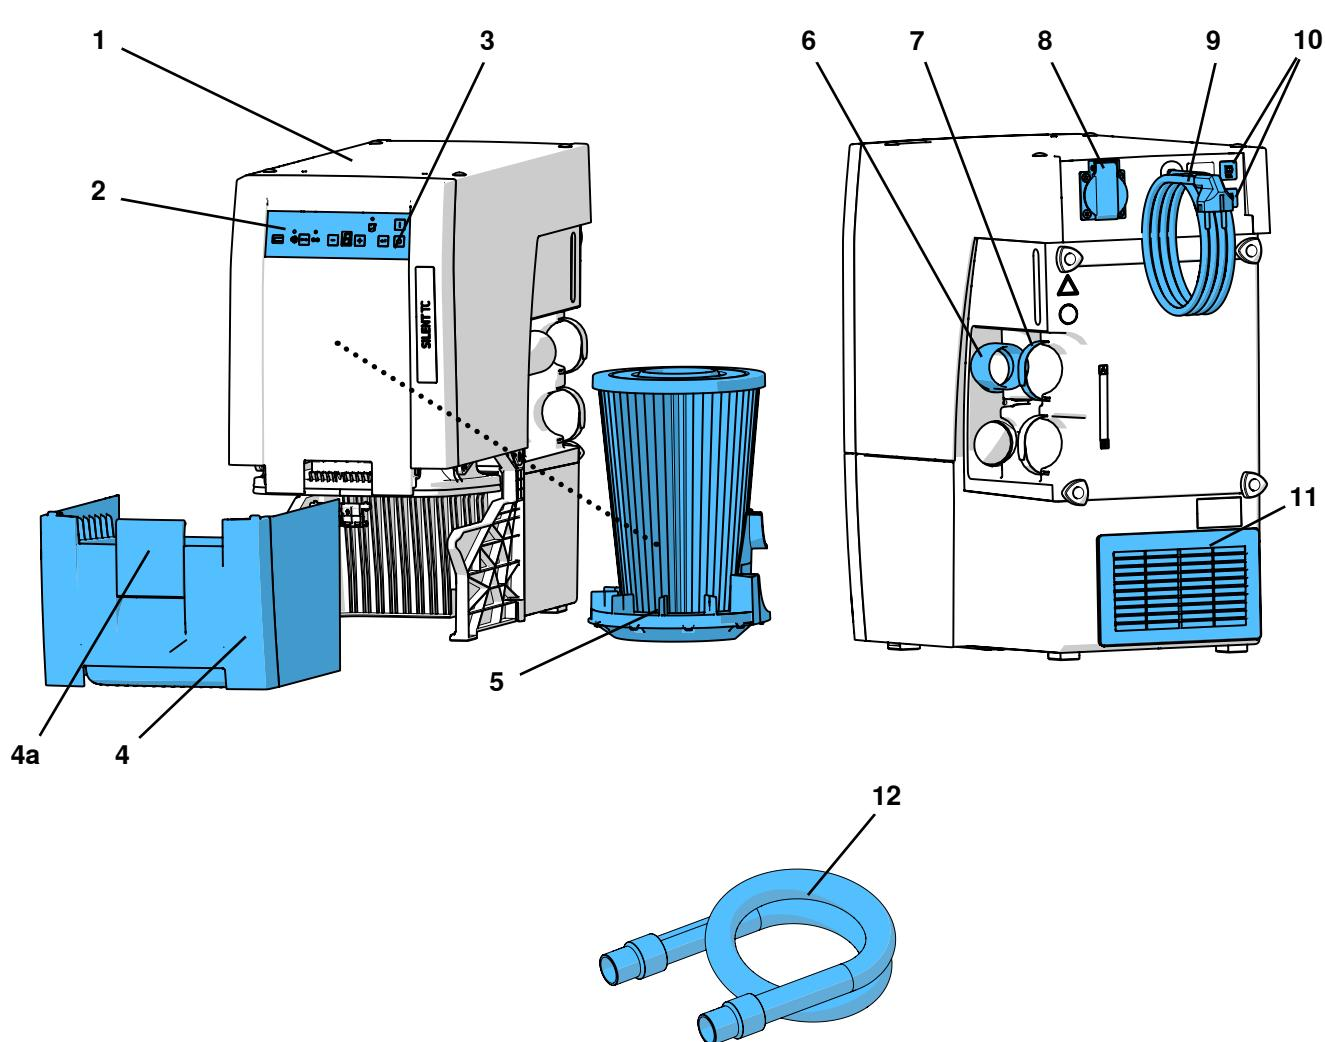

图 1
- 排气口(11, 图1) 没有阻塞。
- 外置排气管 (A) (参阅第4.6章)。
- 在柜壁 (B) 开最少250 x 120毫米的通风口，位置要直接与排气口 (11, 图1) 相对。
- 拆下机柜的背面 (C)，从机柜背面到墙壁距离至少要有50毫米。
⇒ 展开电线 (9, 图1)，将插头插入电源插座。
吸力取决于连接到电器插座（8、图1）的电器。